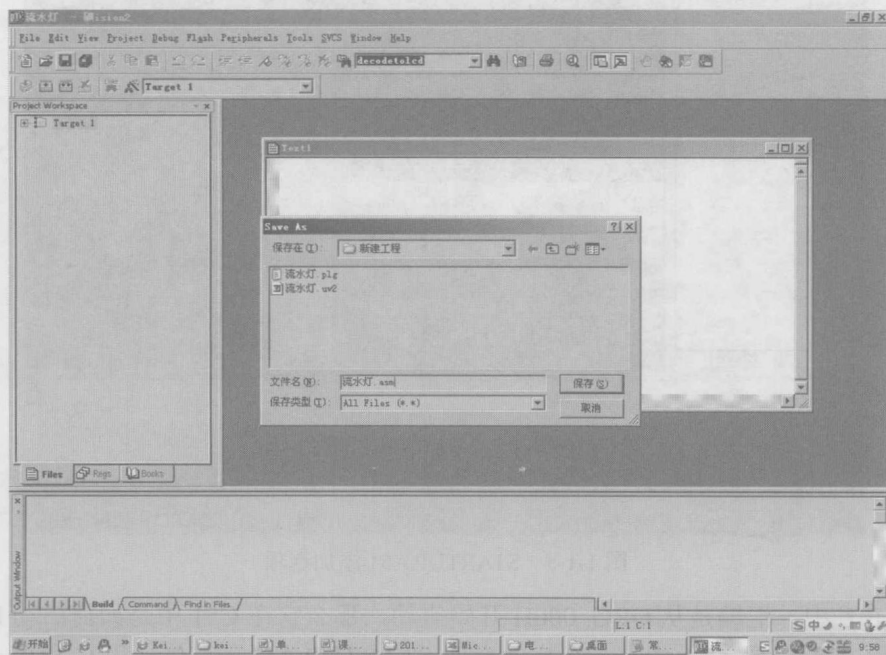

图 1-1-7 建立汇编源文件
8. 选择菜单, “File” → “Save”, 保存文件, 输入文件名为“流水灯.asm”, (C 程序为.C 文件) 然后保存, 如图 1-1-7 所示。